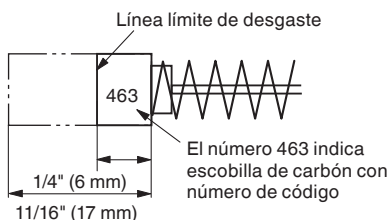

Fig. 45
### 2. Inspección de las escobillas (Figs. 45 y 46)
Por lo tanto, inspeccione periódicamente las escobillas y reemplácelas cuando se hayan desgastado hasta la línea límite mostrada en la Fig. 45.
**NOTA:** Al cambiar las escobillas de carbón, utilice únicamente escobillas de carbón metabo HPT que tengan el número de código "463" (refiérase a la Fig. 45). Si usa otras escobillas de carbón, el freno eléctrico no funcionará.